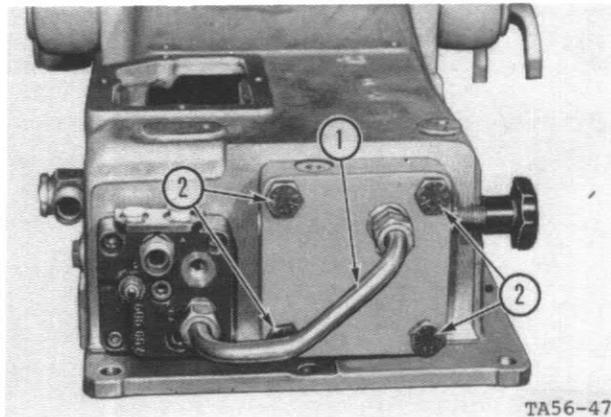

Fig. 34
Démontez et obturez la canalisation (1). Retirez les boulons de fixation (2 fig. 34).